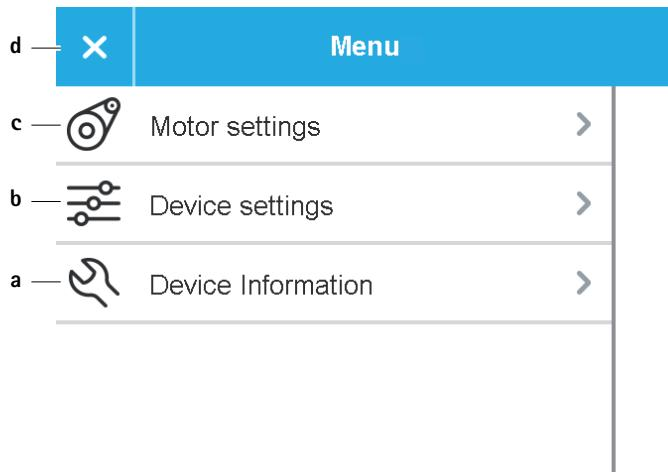

Fig. 8 Systeminställningsmeny
- Öppna systeminställningsmenyn: Tryck på knappen systeminställningsmeny **h**, se Exempel hanteringskoncept. Systeminställningsmenyn öppnas, se Fig. 8.